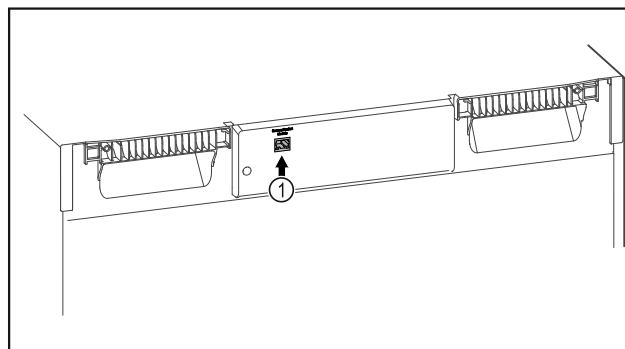

Fig. 71
- Je používán SmartModule Fig. 71 (1).